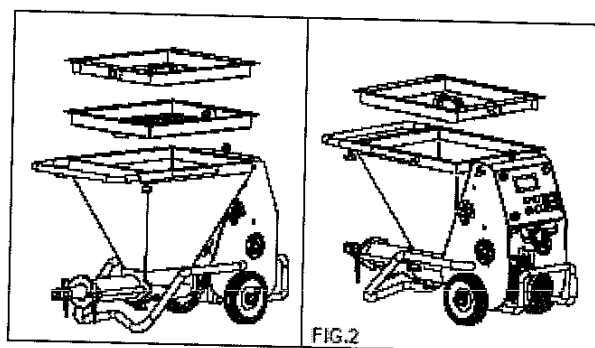

Рис. 2.
- **КРЫШКА ПРИЕМНОГО БУНКЕРА** фирмы ИМЕР (см. рис.. 2), артикул 1107513.